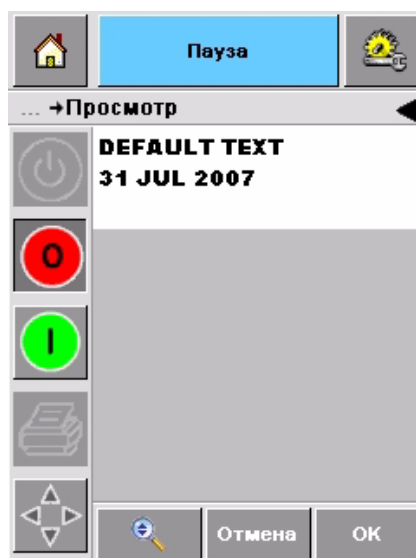

Рисунок 4-13: Страница предварительного просмотра
- 8 Нажмите кнопку "OK", чтобы перейти к предварительному просмотру (Рисунок 4-13).